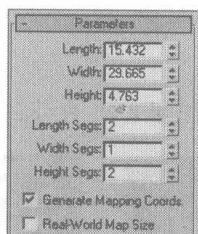
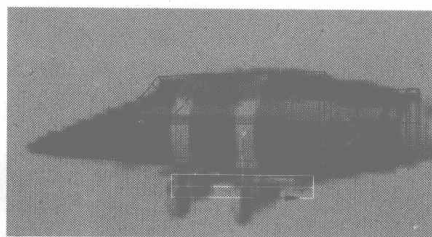

图 2.68
图 2.69
- 01** 在 创建面板的 区域，选择 **Standard Primitives** 类型，单击 **Box** 按钮，在视图中创建一立方体模型，在 修改面板的 **Parameters** 卷展栏中设置参数如图 2.68 所示，模型如图 2.69 所示。单击右键，在弹出的快捷菜单中选择 **Editable Poly** 选项，将模型塌陷成可编辑多边形。